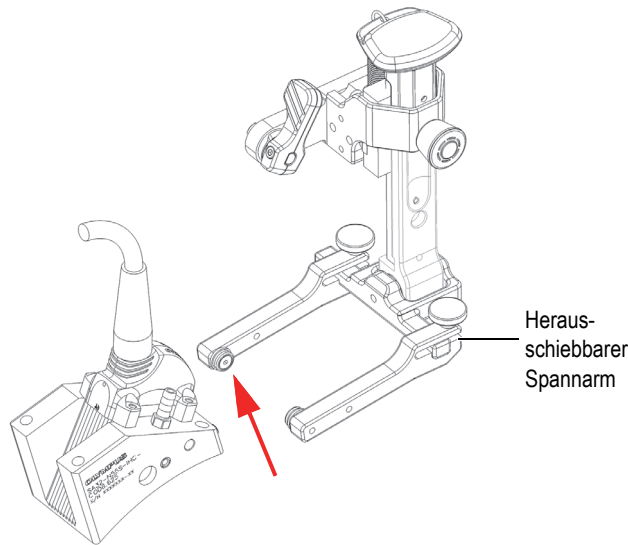

Abbildung 2-19 Vorlaufkeilgewindebohrung auf Spannarmtaste ausrichten
3. Richten Sie zur Neuinstallation einer Sensor-Vorlaufkeil-Baugruppe die Vorlaufkeilgewindebohrungen mit dem Knopf des nicht herausgeschobenen Spannarms aus (Abbildung 2-19 auf Seite 50).